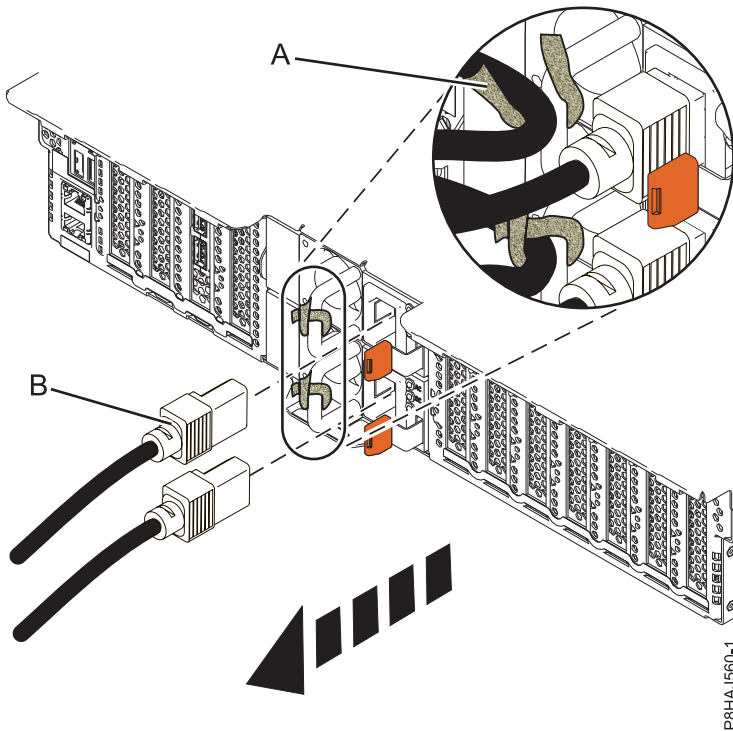
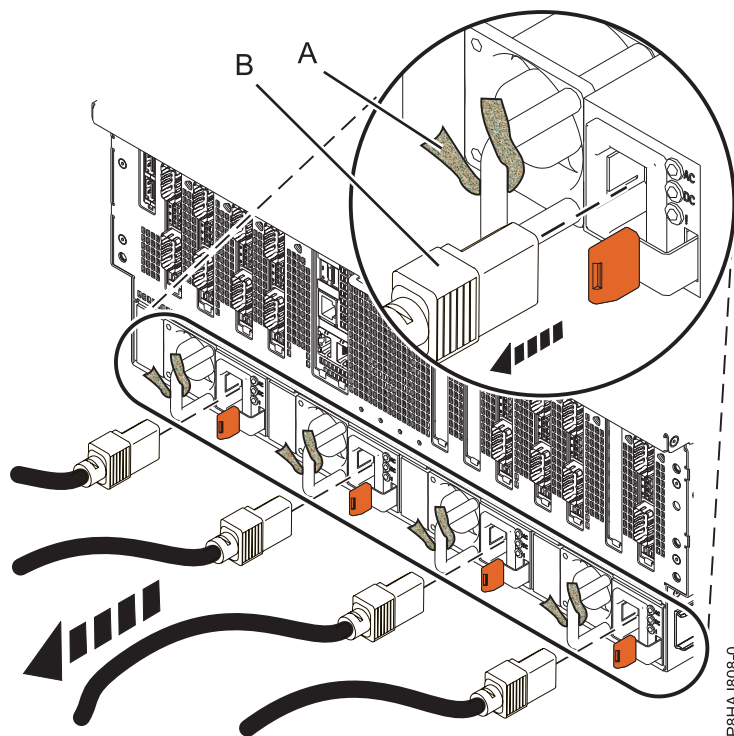

Abbildung 21. Netzkabel bei einem System vom Typ 5148-21L, 5148-22L, 8247-21L, 8247-22L, 8284-21A oder 8284-22A abziehen
Abbildung 22. Netzkabel bei einem System vom Typ 8408-44E oder 8408-E8E abziehen
3. Ziehen Sie die Netzkabel (**B**) von der Systemeinheit ab. Siehe Abbildung Abb. 20 auf Seite 40, Abb. 21 auf Seite 40 oder Abb. 22 auf Seite 41 (abhängig von Ihrem Systemtyp).